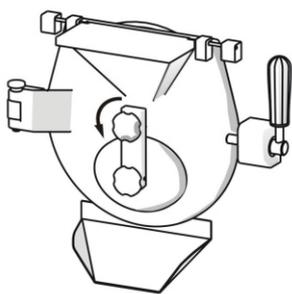
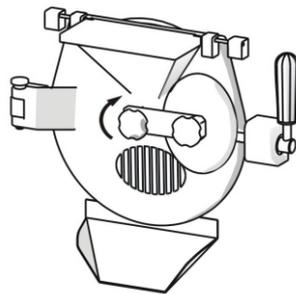
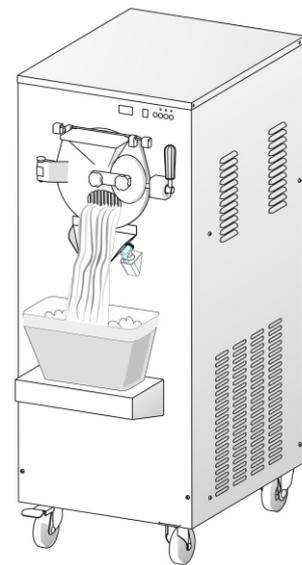

图 22
图 23
图 24
• 完成制糕停机之后，将接料容器放置在托架上，将小门的“锁紧螺母”拧松（如图 22），向上旋转小门组件，然后拧紧“锁紧螺母”（如图 23），再按“清洗”键打出硬冰淇淋。（如图 24）